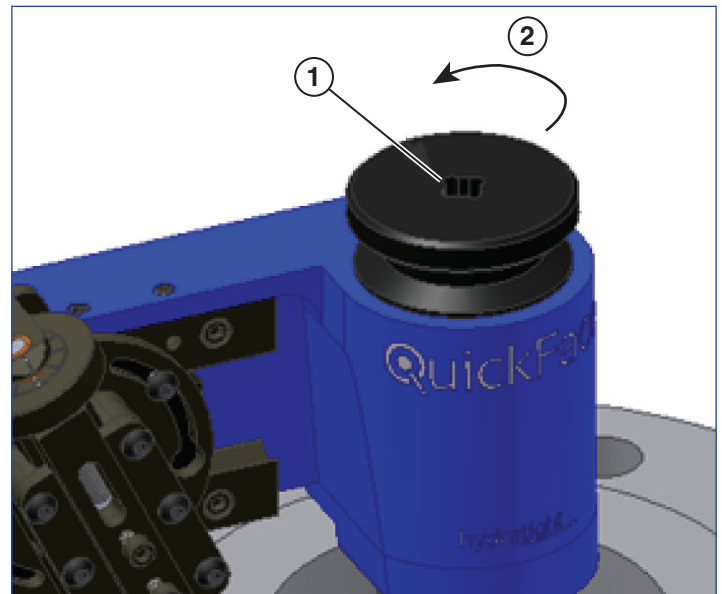

Figura 15
11. Se la superficie risponde ai risultati desiderati, rimuovere la macchina girando la manopola di bloccaggio del mandrino in senso anti-orario (vedere la Figura 15). Se la superficie necessita di essere tagliata di nuovo, ripetere i passi da 4 fino ad 11 fino a che sia completata.